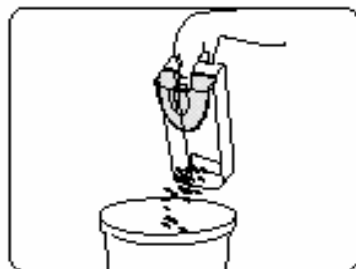

Fig. 7
2. Vider le vide-poussière (Fig.7). Si désiré, on peut rincer le vide-poussière à l'eau pour le nettoyer. Veiller **bien le sécher** avant de le remettre en place.